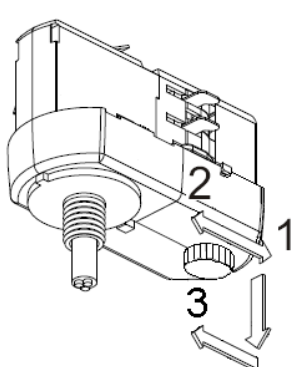

Рис. 3
- 4.5. Подключение питания осуществляется путем поворота диска переключателя на нужную фазу. 1-я и 2-я фаза выбирается поворотом диска переключателя, при подключении 3-й фазы необходимо установить диск переключателя в положение 0, затем потянуть его вниз и установить в положение 3 (см. рис. 3).